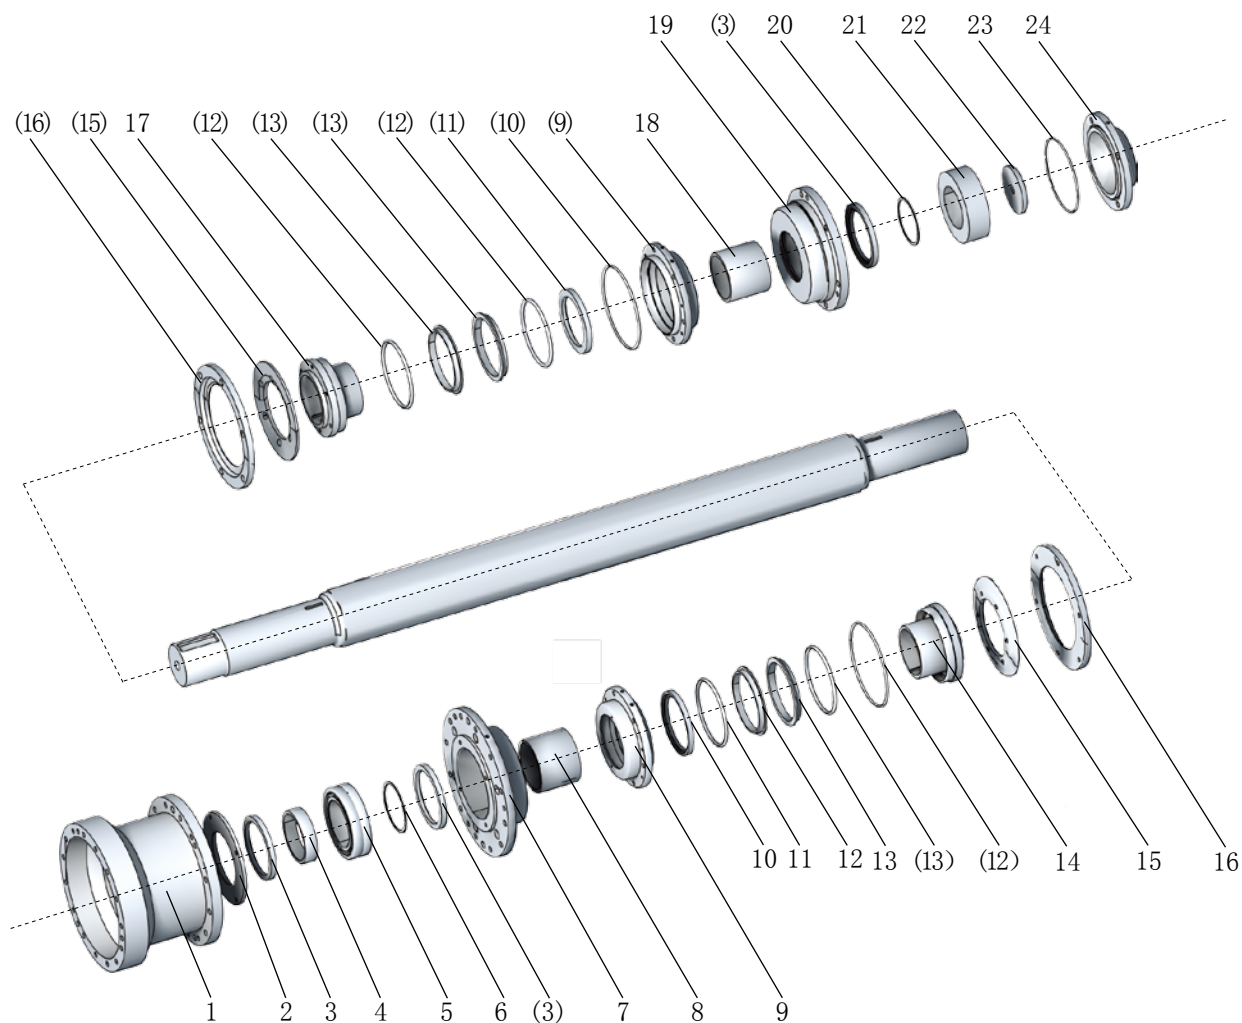

图 1.2-5 轴端密封零件示意图
(1) 如果主动端的轴端密封漏浆，参照图 1.2-5 和表 1.2-4，更换操作步骤如下：
(2) 如果从动端的轴端密封漏浆，参照图 1.2-5 和表 1.2-4，更换操作步骤如下：